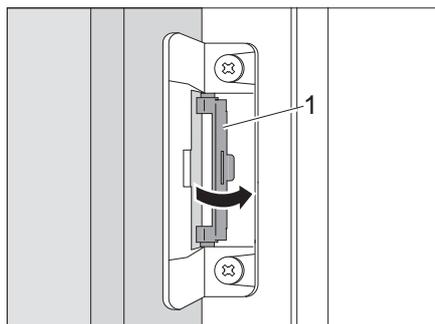

Fig. 151 Remettre le dispositif de blocage dans la position initiale
- Remettre le dispositif de blocage (Fig. 151,1) dans la position initiale.